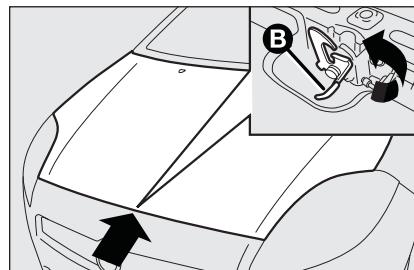

fig. 97
- ☐ tire de la palanca **B-fig. 97** y levante el capó.